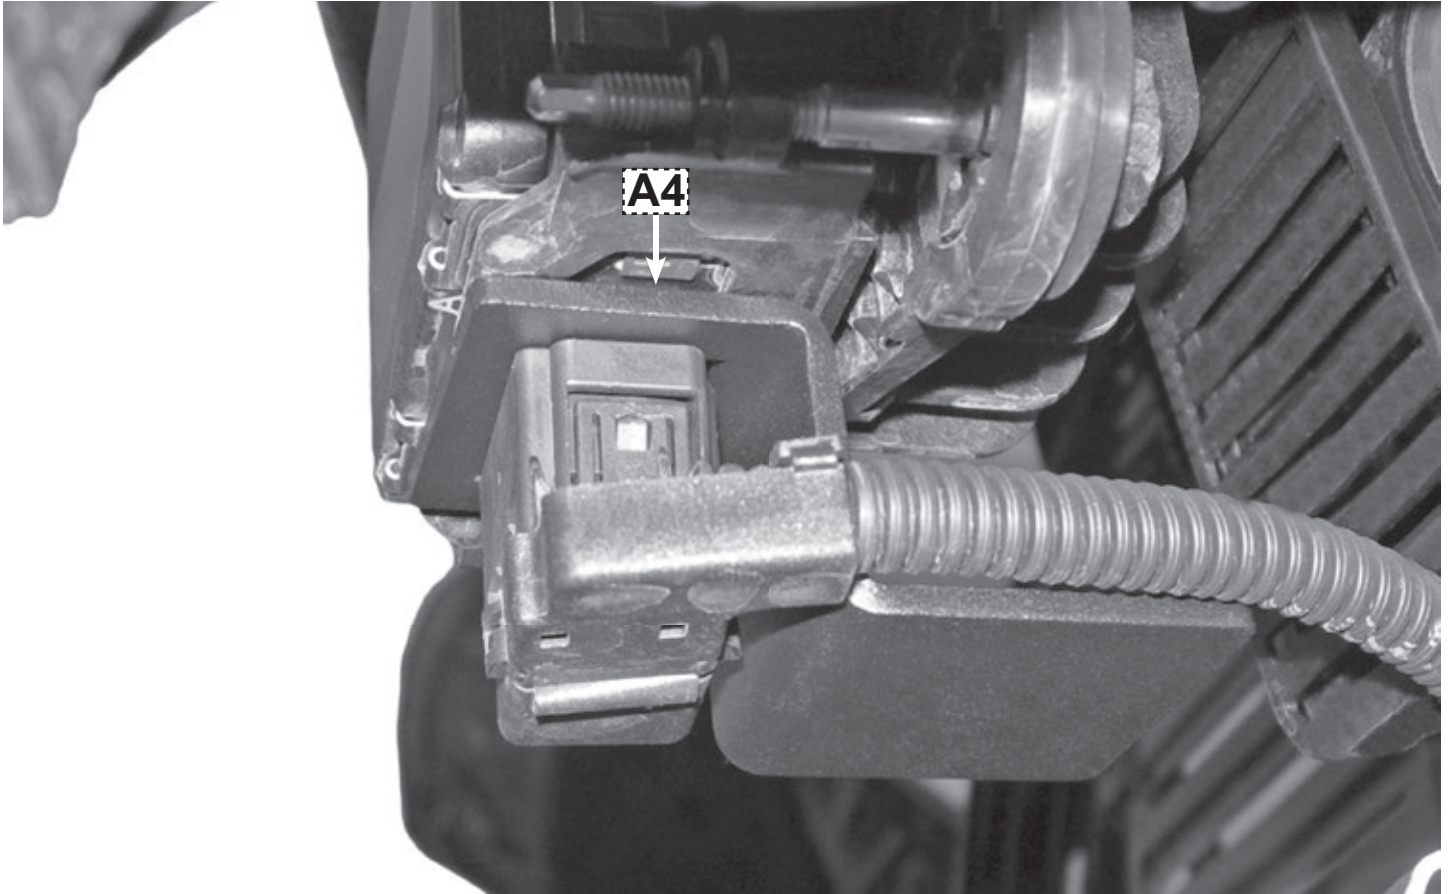

FIGURA 8
- **Nella figura 8** inserire la staffa **A4** protezione connettore radar in corrispondenza dell'attacco del connettore radar (vedi figura). Infine ricollegare il connettore al radar.